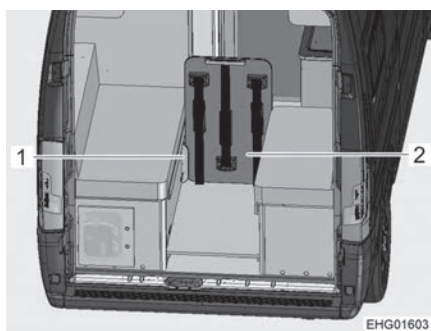

Bild 51 Fällbord, säkrat i skenorna
- Stick in fällbordet (Bild 51,2) i skenorna (Bild 51,1). Skenorna är monterade på sittbänkarna. I den här positionen fungerar fällbordet även som avskiljare för lastutrymmet.